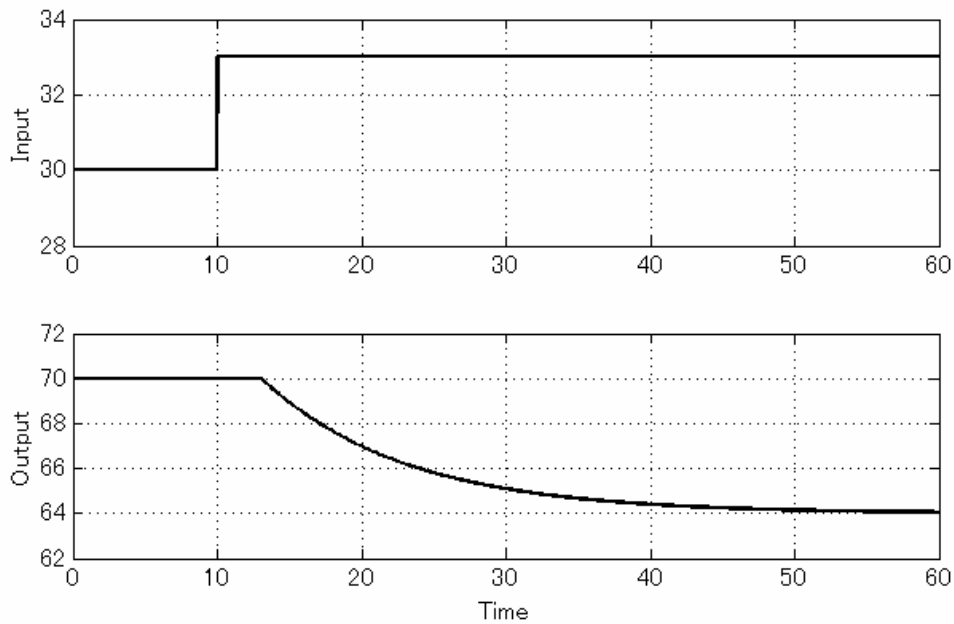

図1 ステップ応答実験結果
1. プロセスの動特性を把握するために，ステップ応答実験を実施した。その結果を図 1 に示す。プロセスの伝達関数を求めよ。